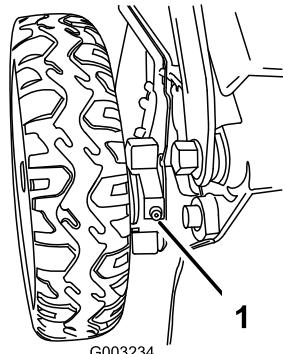

Figura 35
1. Limpie con un trapo limpio los puntos de engrase situados justo dentro de las ruedas traseras (Figura 35).